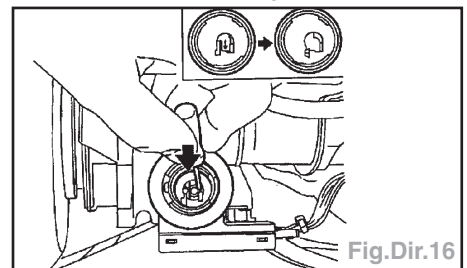

Fig.Dir.16
**Important :** Avant d'introduire l'antivol, contrôler la position du commutateur de la pièce de contact (Fig.Dir.16).